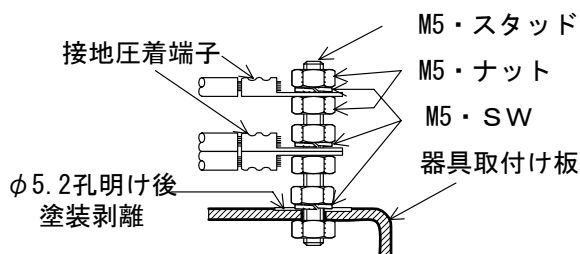

図 2-1
- (j) コントロールボックス内の器具取付け板には、器具取付け板の塗装を剥離して、M5のスタッドボルトにより、接地端子を設け接地線を接続する。図 2-1 参照